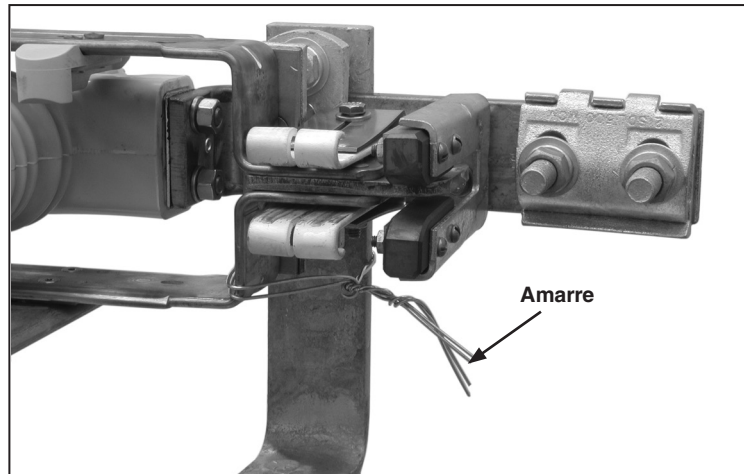

Figura 11. Atado de la cuchilla del interruptor a los contactos principales.
**PASO 9.** Para minimizar los tardados ajustes finales, asegúrese de que el interruptor esté completamente cerrado. Amarre las cuchillas del interruptor a los contactos estacionarios principales. Vea la Figura 11.